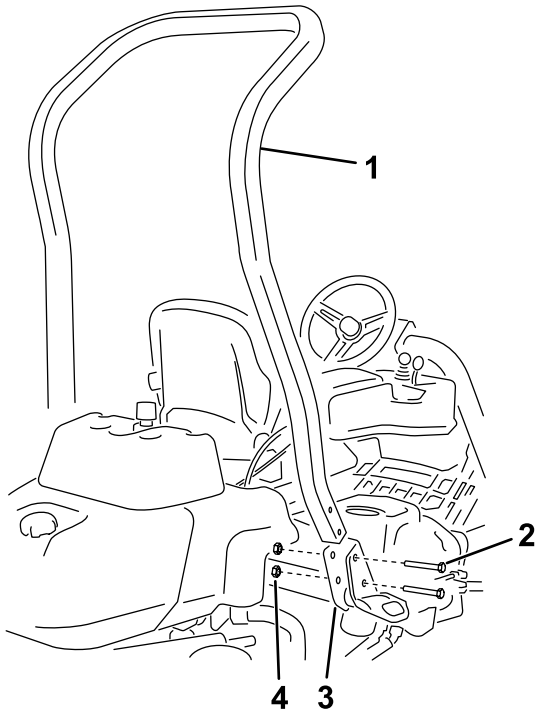

图3
3. 如 图3 所示用 4 个螺栓  $\frac{1}{2} \times 3\frac{3}{4}$  英寸和 4 个凸缘螺母  $\frac{1}{2}$  英寸将翻车保护杆安装到机器两侧的 ROPS 支架上。